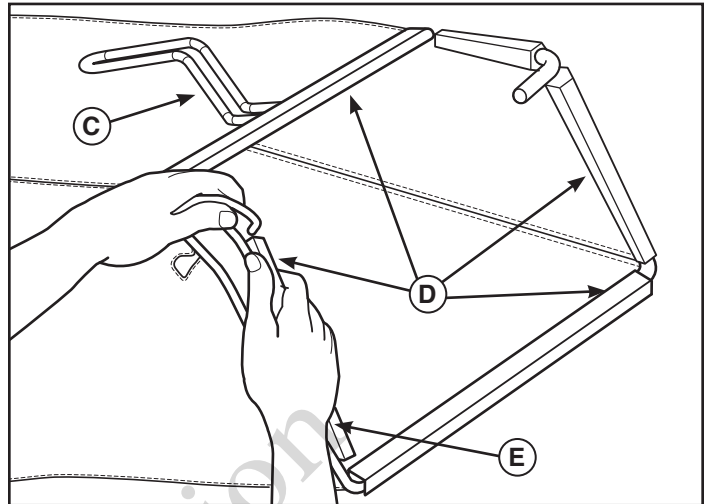

Figura 4
1. Inserire il telaio del raccogliherba nella sacca con il piano rigido della sacca verso il fondo. Assicurarsi che l'impugnatura del telaio (**C**, Figura 4) sia fuori dalla sacca e rivolta verso l'alto.